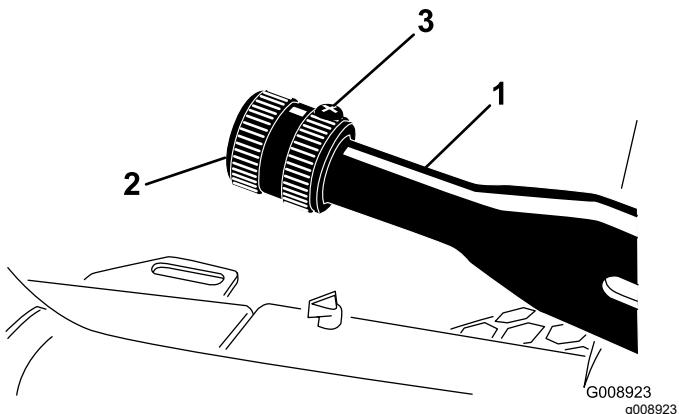

Figura 62
2. Afloje el tornillo de fijación que sujetá el pomo a la palanca del freno de estacionamiento (Figura 62).